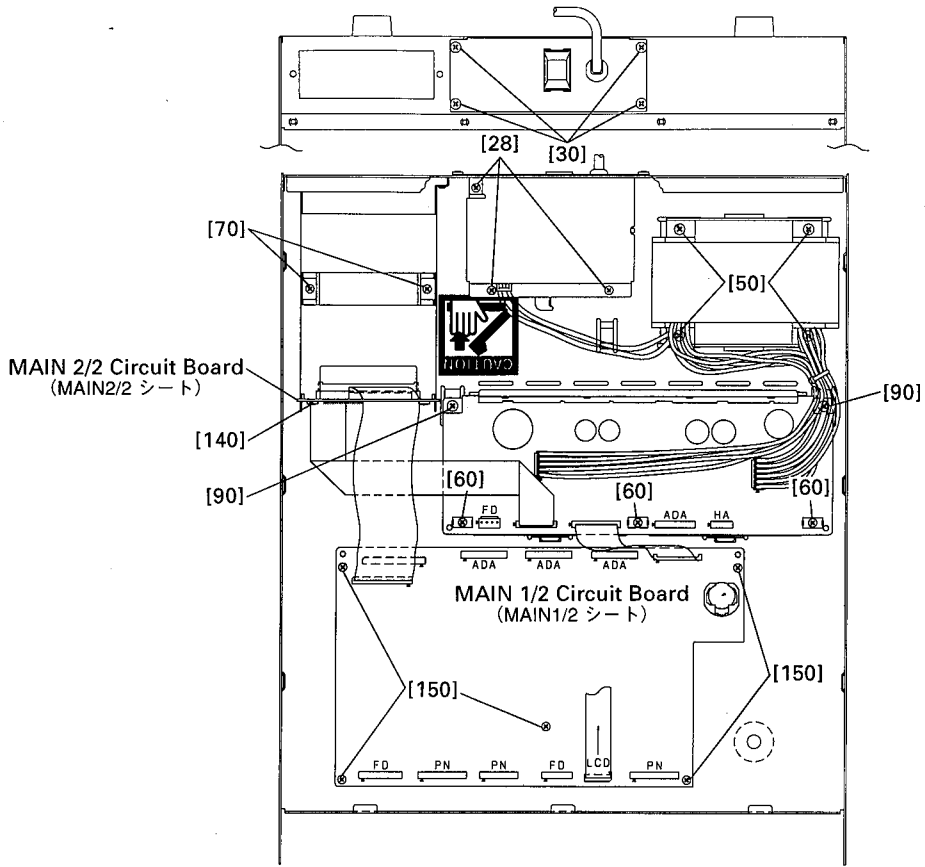

Fig.12 (図12)
- 7-2 Remove the two (2) screws marked [70]. (Fig. 12)
- 7-3 Remove the two (2) screws marked [140]. (Fig. 12)
- 7-4 Open the option I/O angle a little widely. The main 2/2 circuit board can then be removed. (Fig. 12)
- 8-2 Remove the five (5) screws marked [150]. The main 1/2 circuit board can then be removed. (Fig. 12)
- 9-2 Remove the two (2) screws marked [90] and three (3) screws marked [60]. The DC circuit board can then be removed. (Fig. 12)
- 10-2 Remove the three (3) screws marked [28]. The shield cover can then be removed. (Fig. 12)
- 11-2 Remove the four (4) screws marked [50]. The power transformer can then be removed. (Fig. 12)
- 7-2 OPTION I/O アングルを止めている[70]のネジ2本を外します。(図12)
- 7-3 MAIN2/2 シートを止めている[140]のネジ2本を外します。(図12)
- 7-4 アングルを少し広げるようにして MAIN2/2 シートを外します。(図12)
- 8-2 MAIN1/2 シートの[150]のネジ5本を外し、MAIN1/2 シートを外します。(図12)
- 9-2 [90]のネジ2本、[60]のネジ3本を外し、DC シートを外します。(図12)
- 10-2 [28]のネジ3本を外し、シールドを外します。(図12)
- 11-2 [50]のネジ4本を外し、電源トランスを外します。(図12)